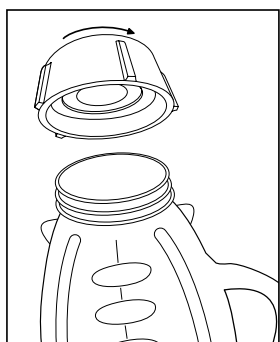

FIGURA 3
4. Junte hasta trabar el disco de fondo roscado con el aro. Coloque el aro sobre la cuchilla y el vaso. (Nota: Si hay ranuras en la parte superior del aro, alinéelas con las muescas del vaso.) Coloque el aro sobre el vaso y gire el disco con fondo roscado en sentido horario para apretar. (Figura 3)